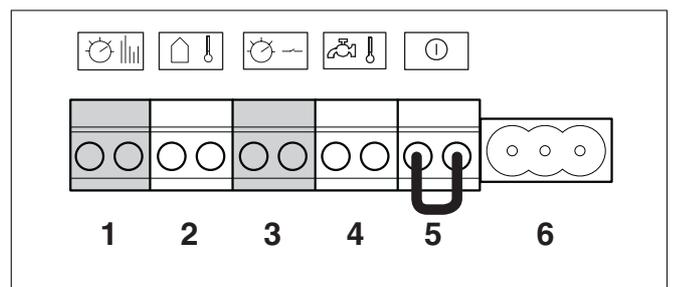

Fig. 27 Morsettieria – unità di servizio ambiente e richiesta di calore non in tensione (ON-OFF)
- Non è possibile allacciare un termostato contemporaneamente alla connessione RC (fig. 27, **pos. 1**) e alla connessione a morsetto della richiesta termica a potenziale zero (ON-OFF) (fig. 27, **pos. 3**).